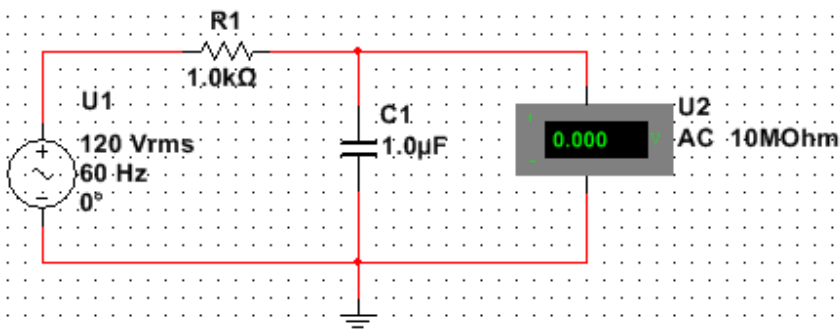

Рис. 2.6.1. Схема фильтра нижних частот первого порядка
1. Соберите на рабочей области схему простейшего фильтра нижних частот первого порядка (рис. 2.6.1), используя виртуальные компоненты.